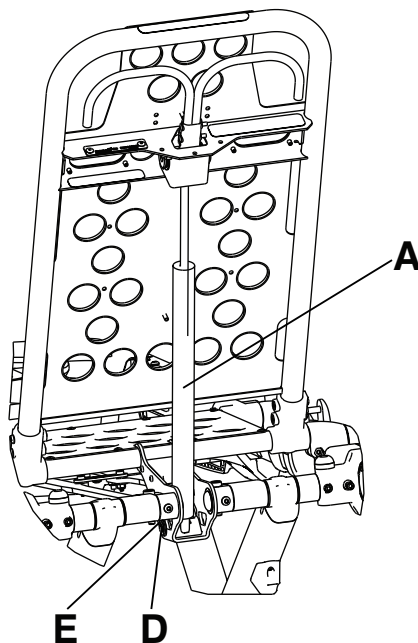
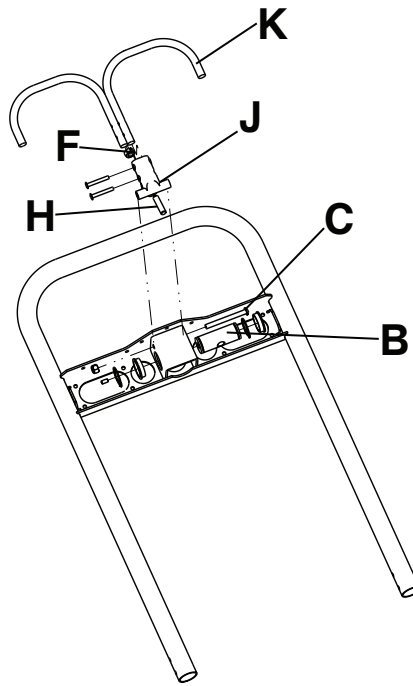

Figure 2 – Réglage du relève-buste
Figure 3 – Retrait des composants du relève-buste
- Avant de poursuivre la procédure de réglage du relève-buste, s'assurer que le cylindre (A) est vissé dans l'étrier (B) de sorte qu'aucun filetage ne soit visible sur la tige du cylindre (Figure 2 et Figure 3).
- a. À l'aide d'une clé à 6 pans de 3/32 po, retirer la vis de blocage (C) du centre de l'étrier. Conserver la vis.
- b. À l'aide d'un petit tournevis à fente, retirer le clip en E (D) et la broche (E) qui fixent le bas du vérin pneumatique.
- c. Visser la tige du cylindre (A) dans l'étrier (B) de sorte qu'aucun filetage ne soit visible.
- d. À l'aide d'un petit tournevis à fente, remplacer le clip E (D), la broche (E) et la vis de blocage (C) en utilisant du **Loctite®** (Figure 2 et Figure 3).
2. À l'aide d'une clé mixte de 1/2 po, desserrer l'écrou hexagonal (F) sur le pivot du relève-buste (J) tout en maintenant la vis de blocage (H) fixée dans le pivot (Figure 3).
3. À l'aide d'une clé à 6 pans de 5/32 po, tourner la vis de blocage (H) jusqu'à ce qu'il n'y ait plus de jeu entre la poignée de déblocage du relève-buste (K) et le bouton de déblocage du vérin pneumatique (Figure 3).
6. À l'aide d'une clé mixte de 1/2 po, serrer l'écrou hexagonal (F) tout en maintenant la vis de blocage fixée dans le pivot (Figure 3).